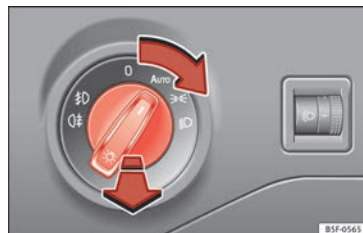

Fig. 35 Tablero de instrumentos: mando de las luces.
- Gire el interruptor hacia la posición deseada » » fig. 35.